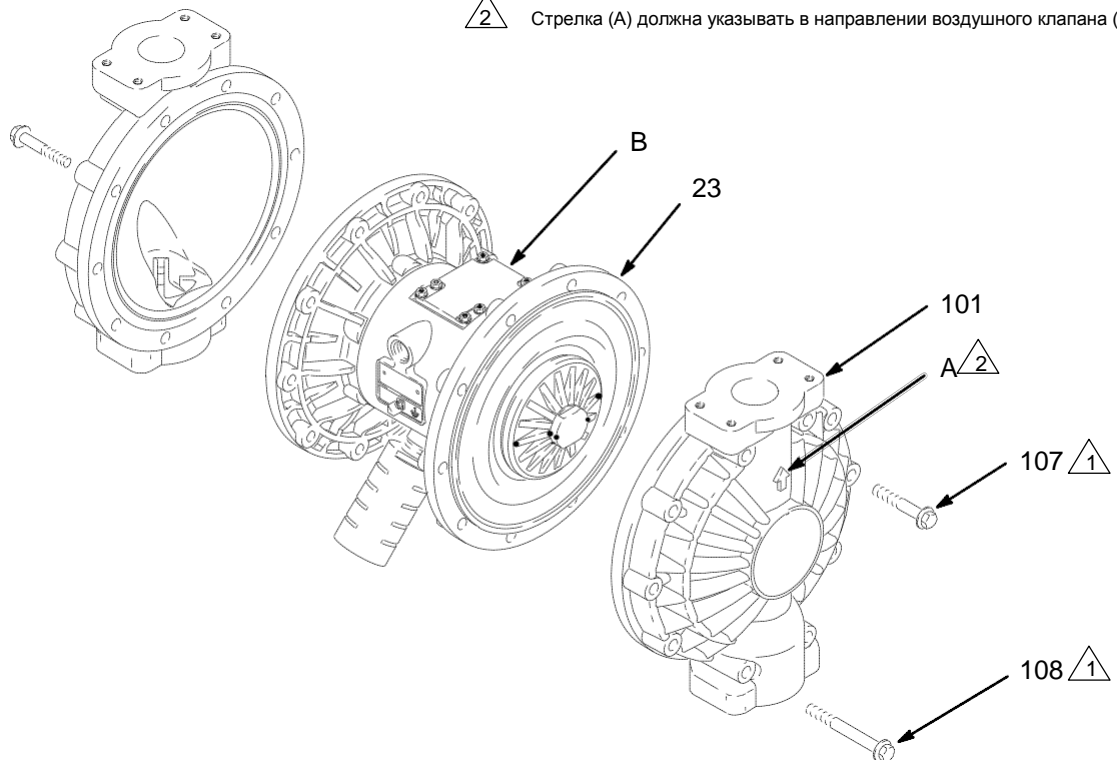

Рис. 12
3. С помощью торцевых ключей 13 мм выкрутите винты (107 и 108), которыми крышки для закрытия жидкости (101) крепятся к воздушным крышкам (23). Вытащите крышки для закрытия жидкости (101) из насоса. См. Рис. 12
4. Нанесите фиксатор резьбы loctite® средней фиксации (синий) или его эквивалент на резьбовые соединения пластин со стороны жидкости (105). Придерживая одну из внешних пластин (105) ключом, затяните другую внешнюю пластину до 18,1–22,6 Н•м, со скоростью не более 100 об/мин. Не затягивайте слишком плотно.
5. Выровняйте крышки для закрытия жидкости (101) и центральный корпус (1) таким образом, чтобы стрелки (А) на крышках были обращены в том же направлении, что и воздушный клапан (В). Закрепите крышки винтами (107 и 108) вручную. Вставьте более длинные винты (108) в верхние и нижние отверстия крышек. См. Рис. 12.
6. Сначала затяните более длинные винты (108) ровно, на одинаковой высоте друг напротив друга до 14,7–16,9 Н•м с помощью торцевого ключа 13 мм. Затем затяните более короткие винты (107). См. **Последовательность затяжки** на странице 30.